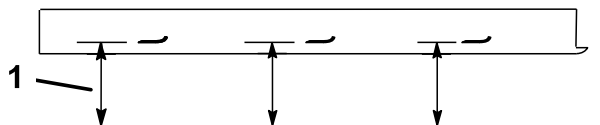

Figura 50
2. Mida desde una superficie nivelada hasta el filo de corte, posición A, de las cuchillas (Figura 50).